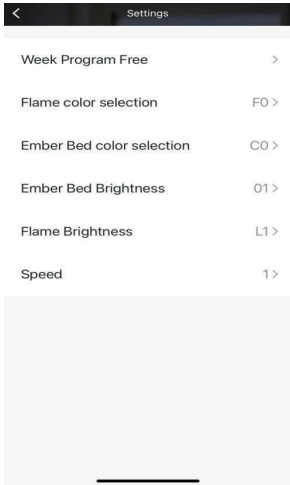

Bild 9
4. Drücken Sie die Einstelltaste, um "Wochenplan", "Einstellung der Flammenfarbe", "Einstellung der Kohlefarbe", "Helligkeit des Glutbettes", "Helligkeit der Flamme" und "Geschwindigkeitseinstellung" aufzurufen, wie in Abb. 9 gezeigt.